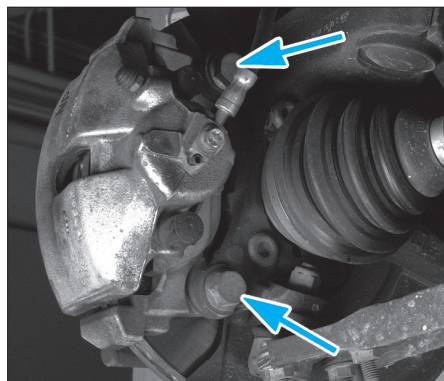

Fig. 7
- Déposer les vis de fixation du support d'étrier (Fig.7),